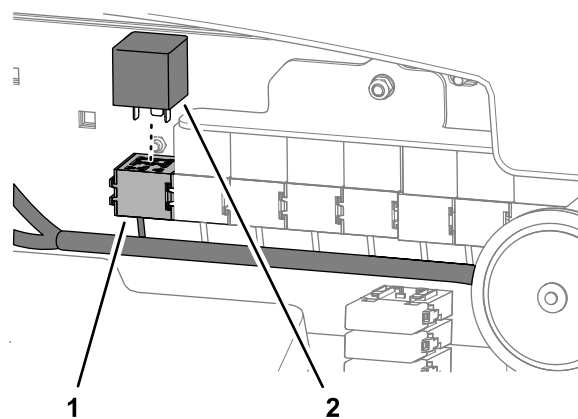

Bild 5
2. Stecken Sie das Blinkrelais auf der Rückseite der elektrischen Montageplatte in einen freien Relaissockel (Bild 5).